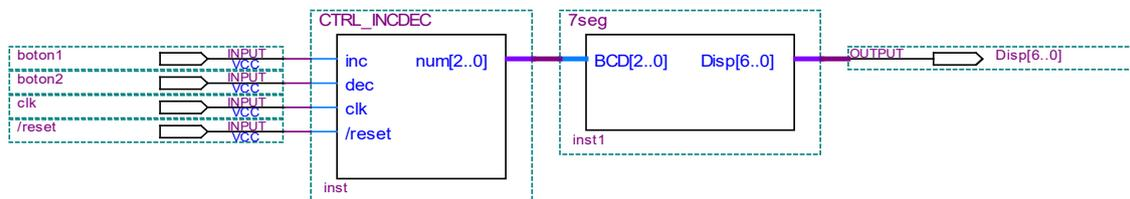

Figura 6. Circuito de prueba parte d)
- Generar un proyecto en el **Quartus** con el circuito de la figura 6 donde la entrada **/reset** se conectará al switch 0, la entrada **clk** a la señal de reloj de 50 MHz de la placa DE0, las entradas **boton1** y **boton2** a los pulsadores 1 y 2 respectivamente, y la salida **Disp[6..0]** al display 0. Analizar el circuito, programar la placa y verificar el funcionamiento. Se deberá probar todos los casos posibles.
- Breve explicación de cómo será probado el circuito de la figura 6 y qué deberá observarse en la placa DE0.